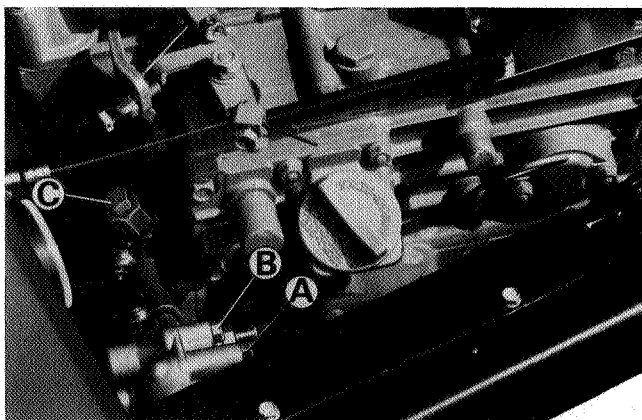

Fig.20
(Diesel only Fig. 20)
- (a) Open the vent screw on the fuel filter (A Fig. 20). This will bleed air from the fuel lines. Allow the air bubbles to be released with the fuel. Close the vent screw when no more bubbles are seen to escape.
- (b) Repeat the same procedure at the second vent screw (B Fig. 20) to bleed air from the fuel filter. Close vent screw after all air has escaped.
- (c) Open the vent plug (C Fig. 20) on the injection pump to bleed air from the pump and fuel lines. Close vent plug after all air has escaped. To operate pump turn the starter motor for 10 seconds.
(Nur Dieselmotor Fig.20)
- (a) Die Entlüftungsschraube am Kraftstofffilter öffnen (A Fig.20). Damit wird die Luft aus den Kraftstoffleitungen entlüftet. Die Luftblasen mit dem Kraftstoff entweichen lassen. Die Entlüftungsschraube schließen, wenn keine entweichenden Luftblasen mehr sichtbar sind.
- (b) Dasselbe Verfahren an der zweiten Entlüftungsschraube (B Fig.20) durchführen, um die Luft aus dem Kraftstofffilter zu entlüften. Nach Entweichen aller Luft die Entlüftungsschraube wieder schließen.
- (c) Den Entlüftungstopfen (C Fig.20) an der Einspritzpumpe öffnen, um die Luft aus der Pumpe und den Kraftstoffleitungen zu entlüften. Nach Entweichen aller Luft den Entlüftungstopfen wieder schließen. Zur Betätigung der Pumpe den Anlasser 10 Sekunden lang betätigen.
(Diesel uniquement, Fig.20)
- (a) Ouvrir la vis de purge du filtre à gasoil (A, Fig.20). Laisser s'écouler le carburant contenant des bulles d'air. Refermer cette vis dès que le carburant ne contient plus de bulles.
- (b) Recommencer cette procédure pour la deuxième vis de purge (B, Fig.20) pour purger l'air du filtre à gasoil. Refermer cette vis dès qu'il n'y a plus d'air.
- (c) Ouvrir la purge (C, Fig.20) sur la pompe d'injection afin de purger l'air contenu dans cette pompe et dans les tuyaux. La refermer dès qu'il n'y a plus d'air. Pour faire fonctionner cette pompe, actionner le démarreur pendant 10 secondes.